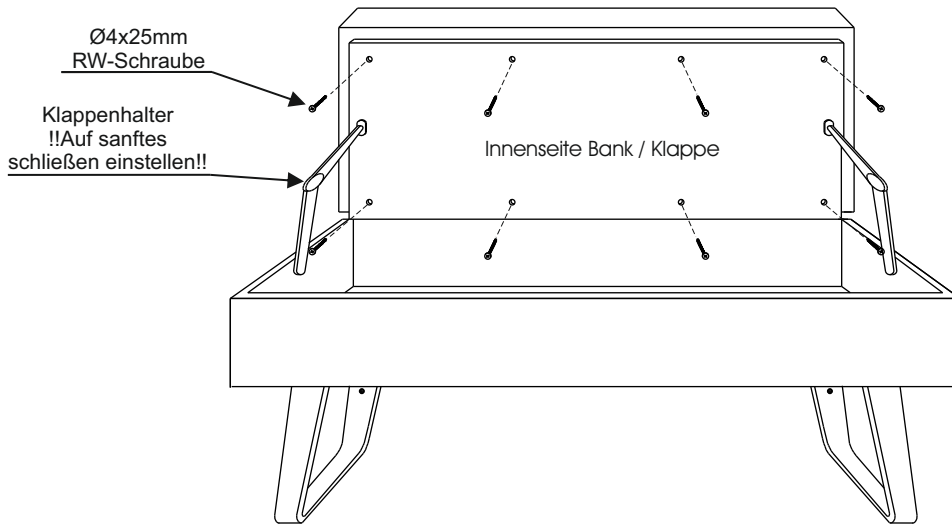

Abb. 3
7. Stellen Sie, durch drehen der Stellschraube am Klappenhalter, diesen so ein, dass die Klappe beim Schließen sanft nach unten fällt. (Abb. 3 / 4)
- Drehen Sie den Sockelgleiter auseinander. (Abb. 2) und stecken das Zapfenteil in die entsprechenden Bohrungen des Unterbodens. Sichern Sie den Gleiter mit je einer  $\text{\O}4 \times 13 \text{mm}$  RW-Schraube. Anschließend wird das Gleitelement wieder aufgeschraubt. (Abb. 3)